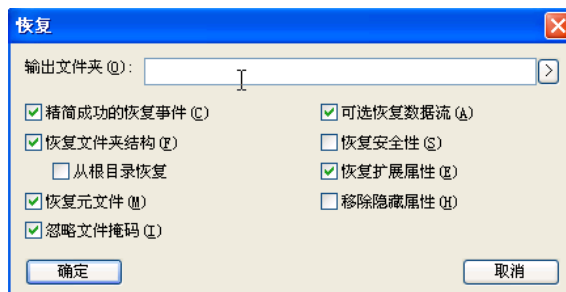

图 5-66 选择输出文件
(14) 第一个恢复是恢复所有的文件，第二个是恢复打钩的文件。我们已经打了钩，所以选择第二个“复标记的内容”。出现恢复文件的保存对话框，如图 5-66 所示。